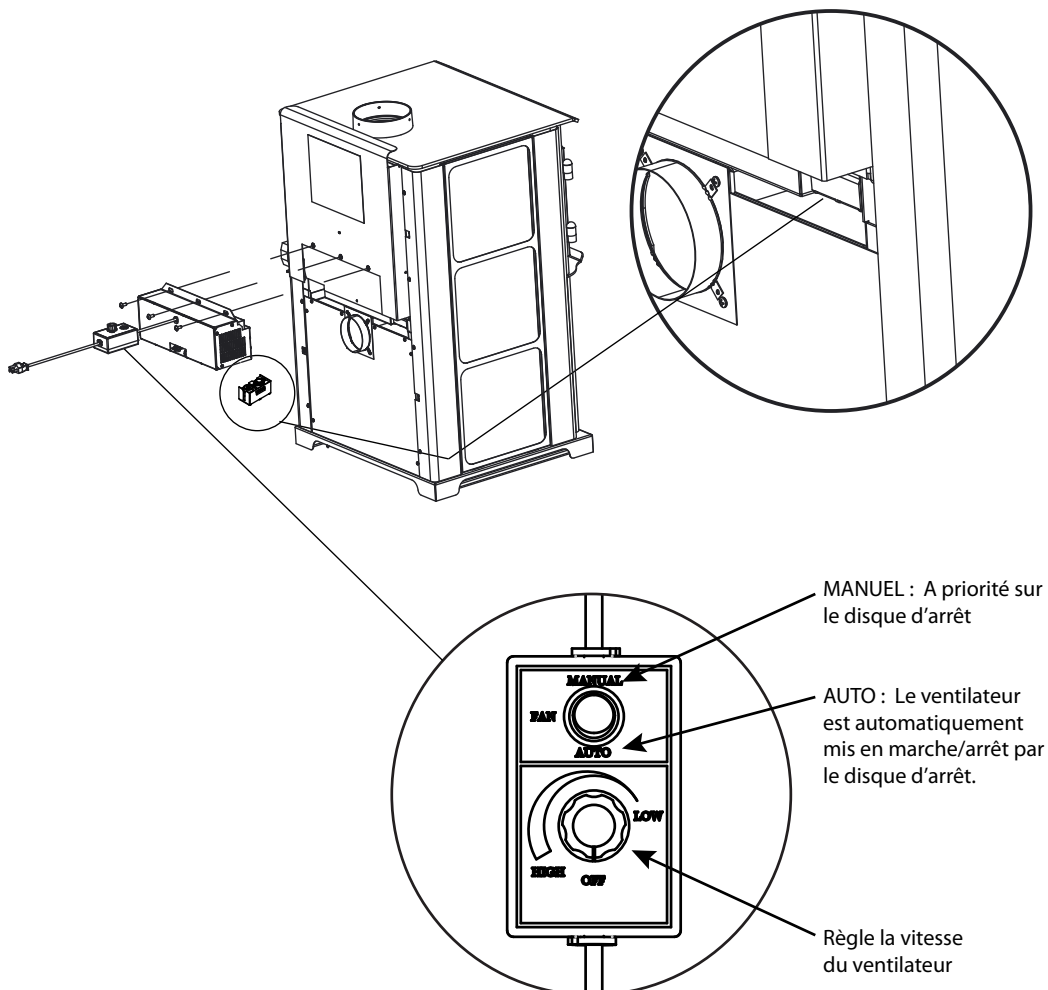

Figure 18.2
1. Localisez les boulons fournis avec le ventilateur. **Alignez les trous de la bride de montage du ventilateur avec les trous sur l'appareil. Le ventilateur doit être placé sur le côté inférieur arrière du revêtement extérieur, comme illustré à la figure 18.2.**